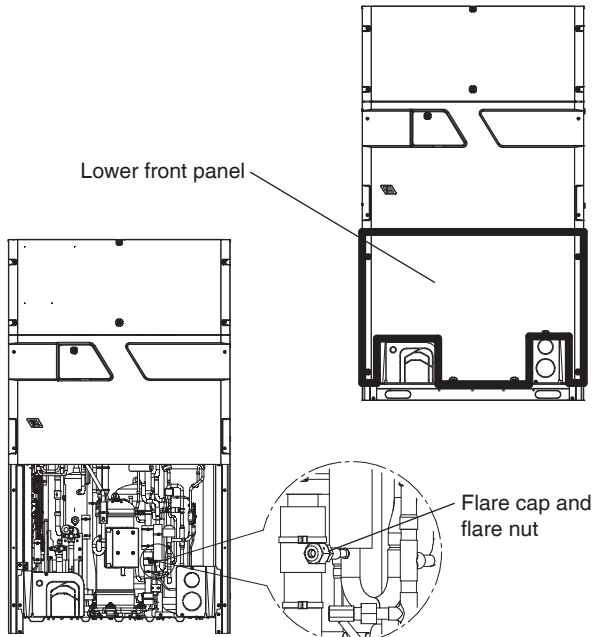

Figure 3A
2. Remove the lower front panel from the outdoor unit and identify the location of the gauge port with check valve. See Figures 3A, 3B & 3C. (Next page)
2. Retirez le panneau avant inférieur de l'unité extérieure et identifiez l'emplacement du port de jauge avec clapet anti-retour. Voir Figures 3A, 3B & 3C. (Page suivante)